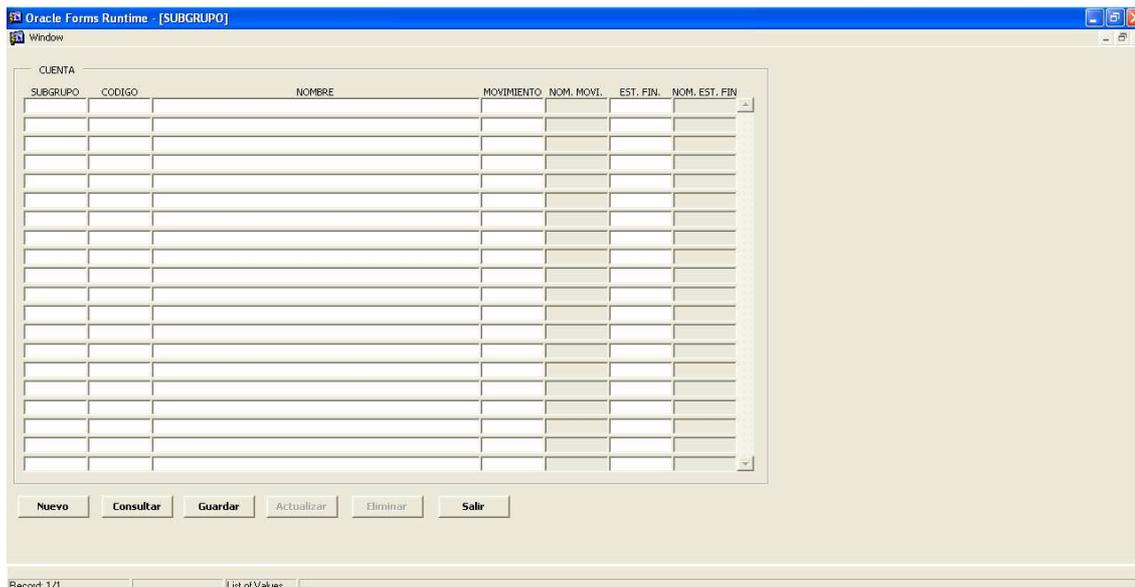

Figura 5-26. Pantalla Cuenta
2. Dé clic en la opción <Cuenta> y le aparecerá la siguiente pantalla: (Véase figura 5.26).